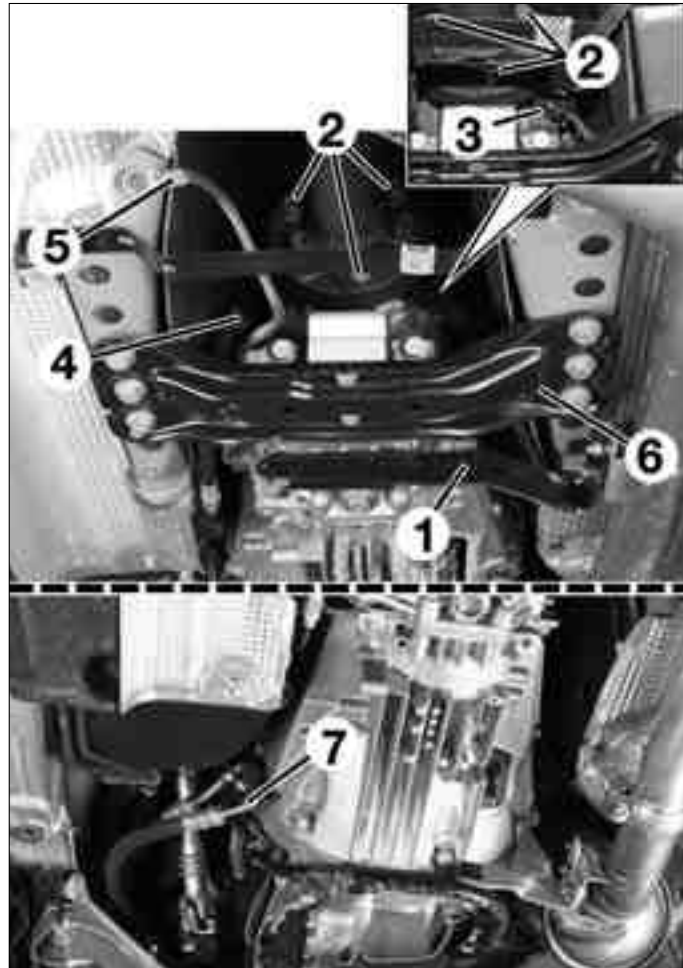

FIG. 3
- el soporte de escape (1) (fig. 3).
- los tornillos de acoplamiento (2) del eje de transmisión en la caja de velocidades
- Desconectar el conector de luces de marcha atrás (3) (fig. 3).